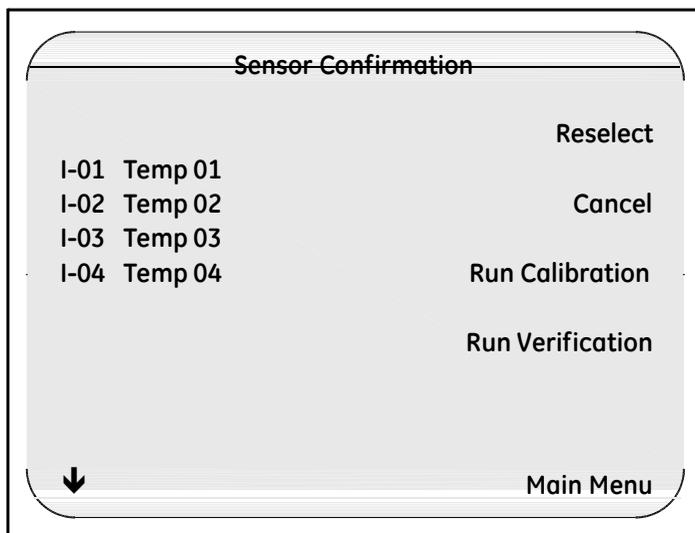

图 90: 传感器确认
**Sensor Confirmation 传感器确认** 界面显示 (如图 90 所示). 该界面列出所有在 **Sensor Selection 选择传感器** 界面选择的传感器.
1. 在 **Sensor Confirmation 传感器确认** 界面(如上页图 90 所示), 按 **Run Verification 运行后校准**.